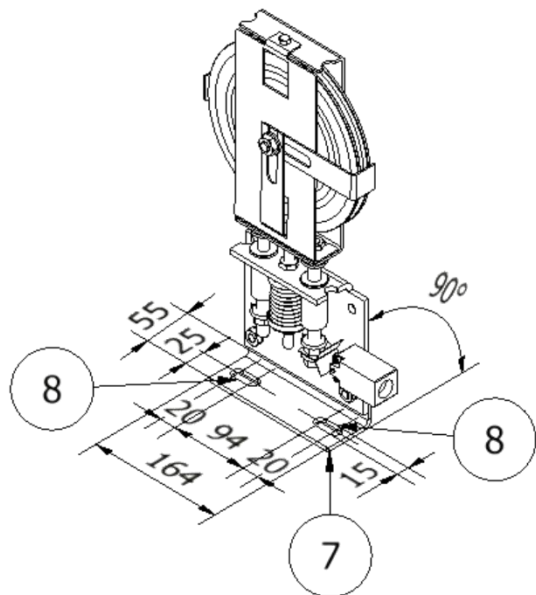

Fig. 2
- Il fissaggio a pavimento avviene tramite le asole (8) della piastra (7) vedi (Fig. 2), il pavimento ed il supporto devono resistere ad una forza in tiro adeguata alla forza di lavoro e devono garantire un allineamento della fune a 90° rispetto al pavimento.
- The fixing to the floor takes place through the slots (8) of the plate (7) see (Fig. 2), the floor and the support must resist a pulling force adequate to the work force and must ensure a 90 ° alignment of the rope to the floor.
- La fixation au sol s'effectue par les fentes (8) de la plaque (7) voir (Fig. 2), le sol et le support doivent résister à une force de traction adéquate à la force de travail et doivent garantir un alignement du câble à 90° par rapport au sol.
- La fijación al suelo se realiza a través de las ranuras (8) de la placa (7) ver (Fig. 2), el piso y el soporte deben resistir una fuerza de tracción adecuada a la fuerza de trabajo y deben garantizar una alineación del cable en 90° con respecto al suelo.